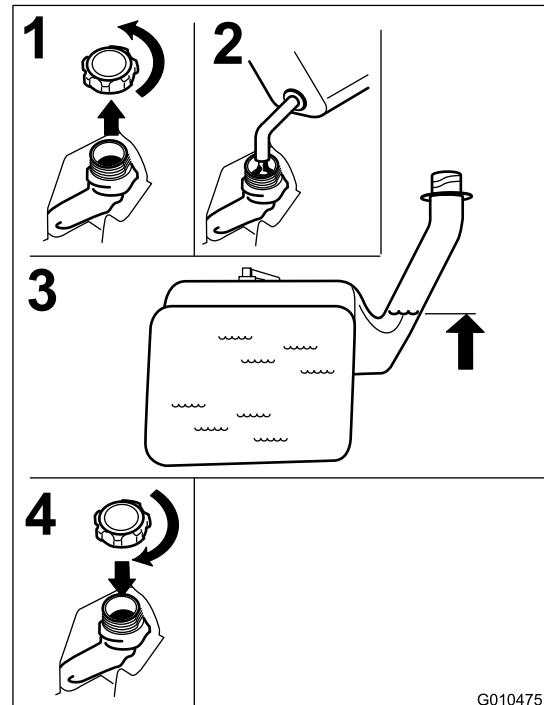

Figura 12
2. Aggiungete lentamente normale benzina senza piombo fino a che il carburante raggiunge la base del bocchettone di riempimento Figura 12.